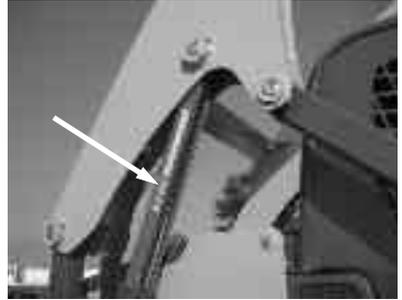
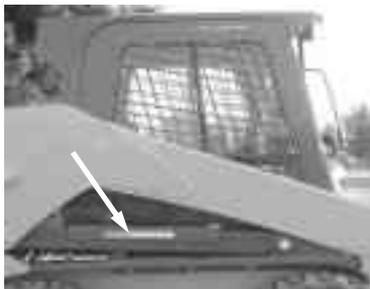

Figura 3 Dispositivo di supporto del braccio di sollevamento inserito
Figura 4 Posizione di riposo del dispositivo di supporto del braccio di sollevamento
4. Chiedere ad un assistente di rimuovere il dispositivo di supporto del braccio di sollevamento dalla sua posizione di riposo (Figura 4) sul lato destro della macchina ed installare il dispositivo di supporto del braccio di sollevamento sul cilindro di sollevamento di sinistra o di destra (Figura 3).
5. Abbassare il braccio di sollevamento e assicurare il dispositivo di supporto del braccio di sollevamento con la manopola in posizione di riposo (Figura 4).